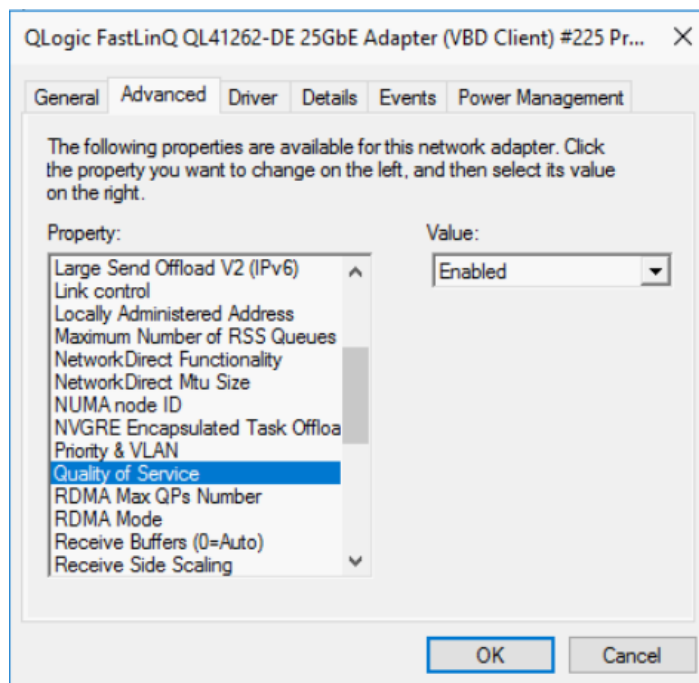

Figure 13-9. Propriétés avancées : Activer QoS
- b. Sur la page Propriétés avancées de l'adaptateur (Figure 13-9), sous **Propriété**, sélectionnez **Qualité de service**, puis définissez la valeur sur **Activé**.